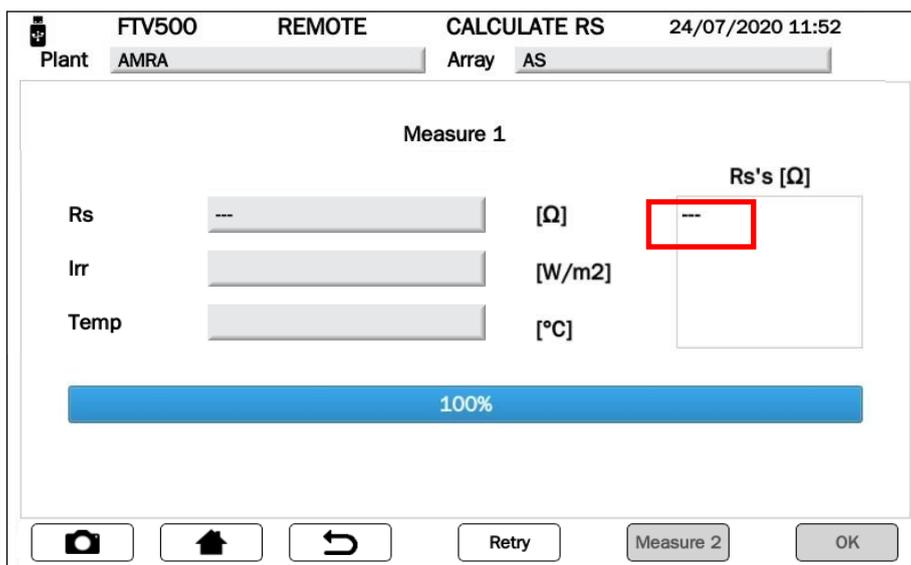

图 14.7.3-17 RS测量“---”
- 如果Rs测量值未显示(参见图14.7.3-16)，需检查：